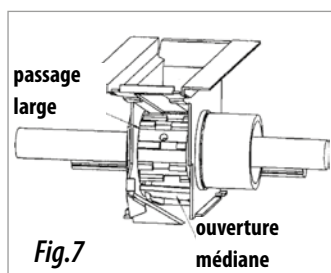

Fig.7
- Pas large, denture décalé, pour des semences normales et grandes (figs. 7 et 8).